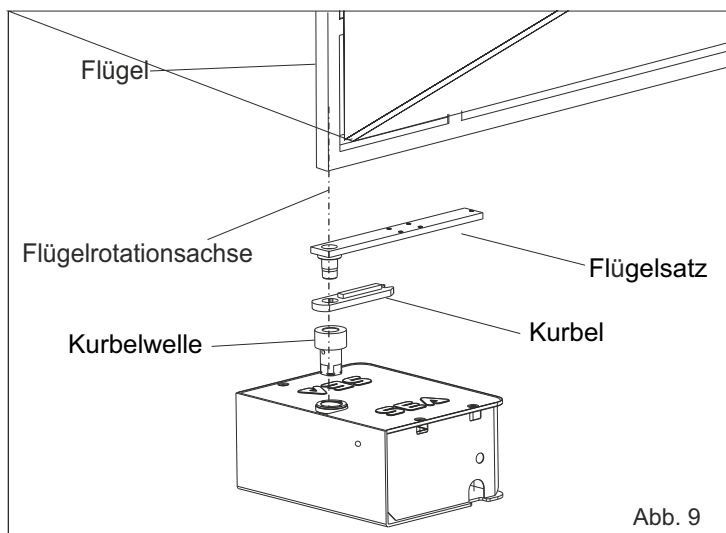

Abb. 9
3.1. Den Torflügel auf den Flügelsatz positionieren und dabei die Rotationsachse des Flügelscharniers (Abb. 9) respektieren;